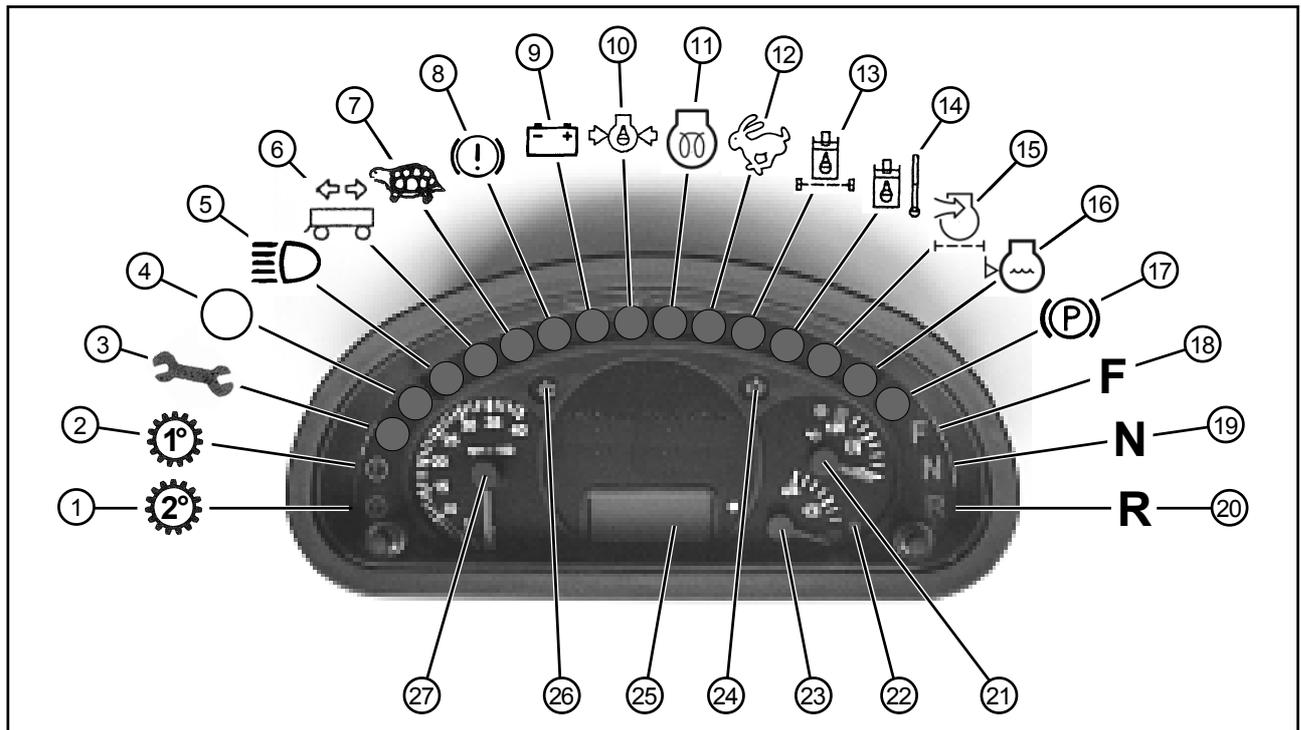

Bild 4-8
- 1 - Multifunktionspanel (Bild 4-8)